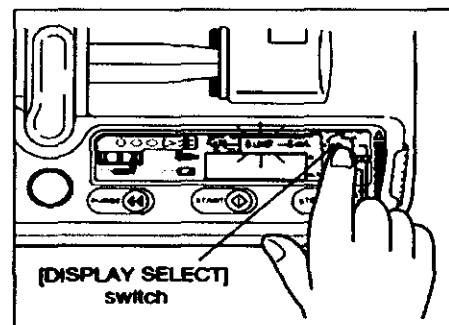

Fig. 40: [DISPLAY SELECT] switch: botón [SELECCIÓN DE PANTALLA]
- 1) Pulse el botón de [SELECCIÓN DE PANTALLA]. Verifique que el indicador [LÍMITE E.] esté encendido (Fig. 40).